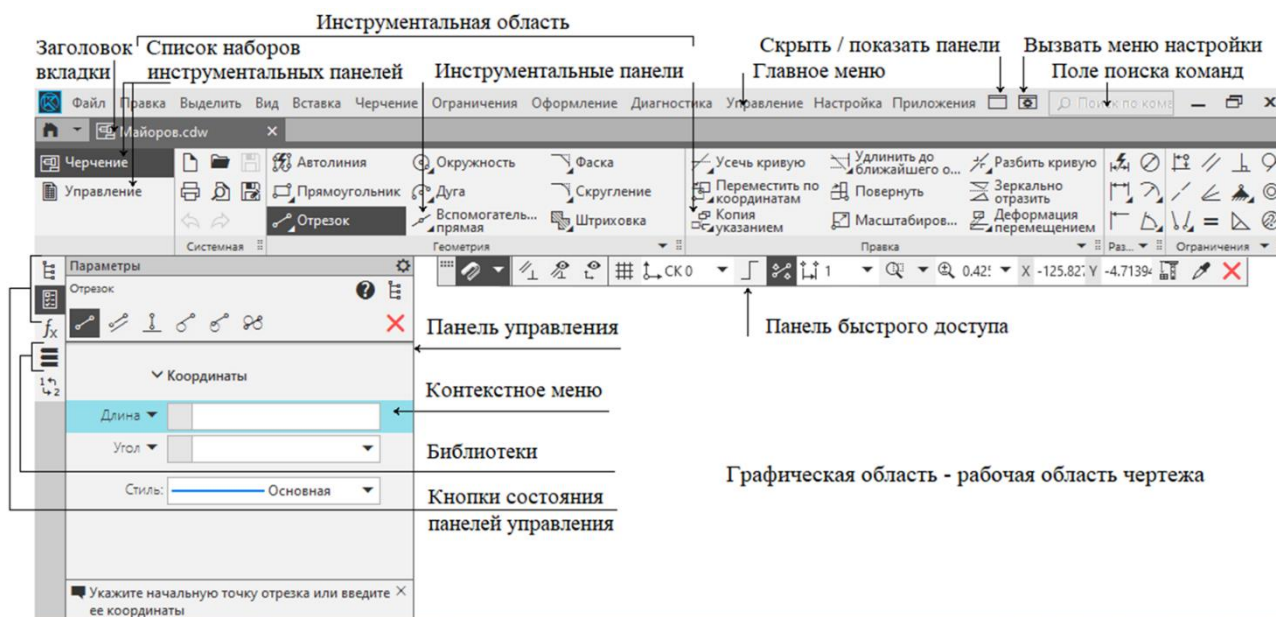

Рисунок 1 – Интерфейс графической системы КОМПАС
После создания или открытия документа в окне КОМПАС появляются элементы для работы с документами и объектами в них (рисунок 1).
**Панель управления** (рисунок 1) служит для управления параметрами команды и процессом их выполнения. Она является контекстно зависимой, то есть ее содержимое изменяется в зависимости от того, какая команда вызвана. Панель управления может содержать кнопки расширения вызванной команды, контекстное меню с устанавливаемыми параметрами команды, кнопки «Создать объект» и «Прервать команду» и др. Панель управления также называют «Панель параметров команды» или «Панель свойств объекта».
КОМПАС предоставляет возможность использования библиотек однотипных элементов. Для обращения к библиотеке нужно нажать кнопку «Библиотеки» (рисунок 1) а затем выбрать нужную библиотеку из числа предложенных.